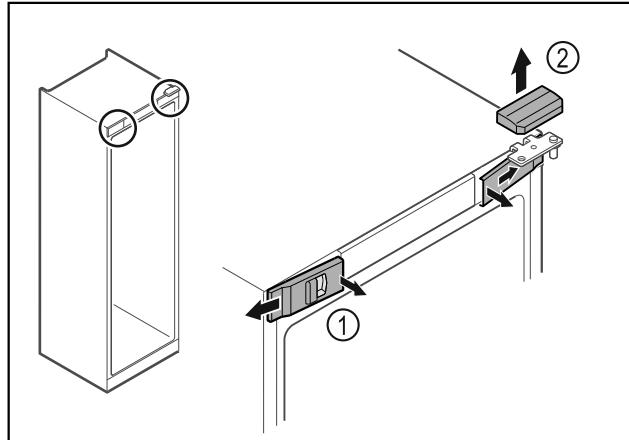

Fig. 9
- ▶ Ξεκουμπώστε εσωτερικά τα μπροστινά καλύμματα Fig. 9 (1) και αφαιρέστε τα προς το πλάι.
- ▶ Αφαιρέστε προς τα επάνω το επάνω κάλυμμα Fig. 9 (2).